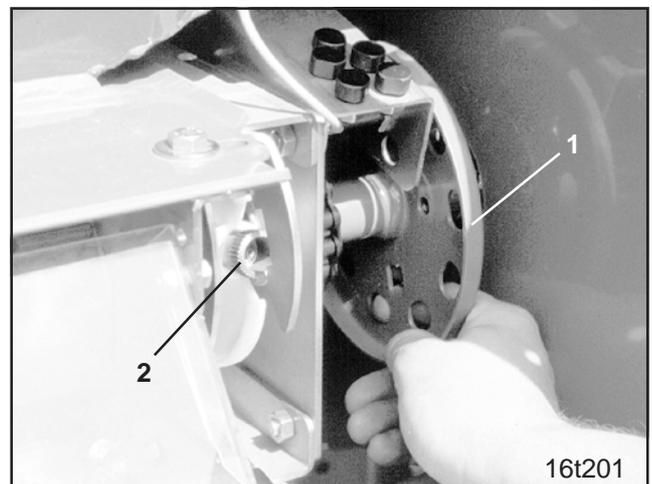

Fig. 9.7
- Faites tourner à la main le disque (fig. 9.7/1) jusqu'à ce que les molettes (fig. 9.7/2) soient visibles.